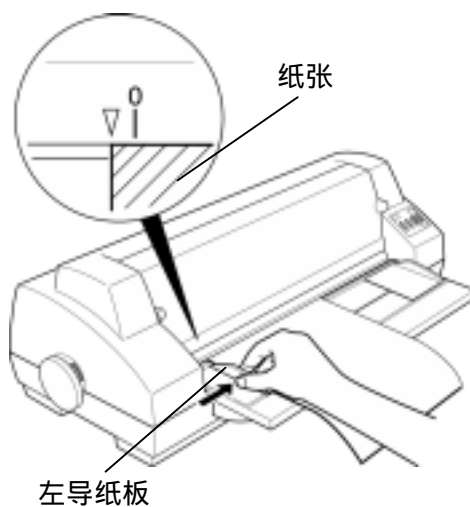

图 3-3 调整左导纸板位置
- 4、按机壳上的参考位置把左导纸板移到正确的位置，如图 3-3 所示。